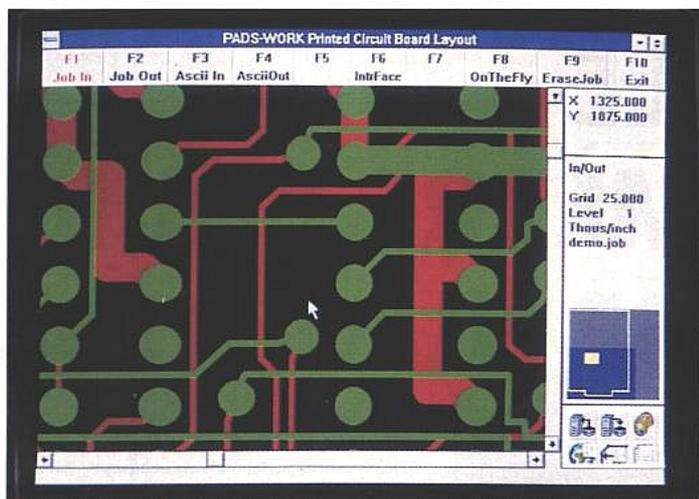

Figure 5 : Le routeur fait la distinction entre les pistes signaux et alimentations.
■ Figure 5 : brochage des connecteurs.
raccorder la tresse de masse d'un câble à 2 paires blindées. La connexion à la fiche DIN (pour le module Minitel) et à la SubD (pour le module PC) s'effectue en soudant les fils directement sur le circuit imprimé. La figure 5 vous rappelle le brochage de la fiche DIN du Minitel, et celui des SubD 9 et 25 points pour la liaison au PC.